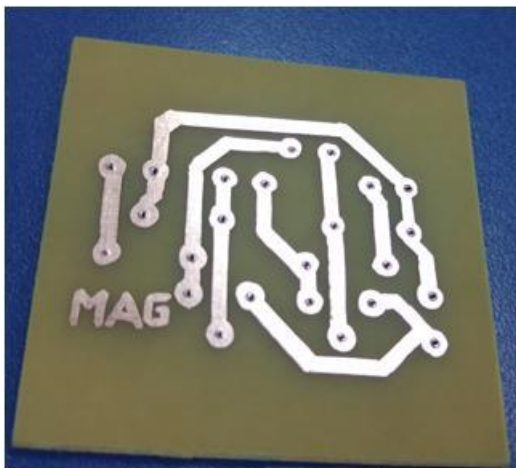

Fig. 13: PCB limpio después del ataque ácido
21. Con un algodón, limpiar la superficie con alcohol. Si el acabado del PCB no fue lo suficiente, repetir los pasos de 19 al 21. Fig. 13